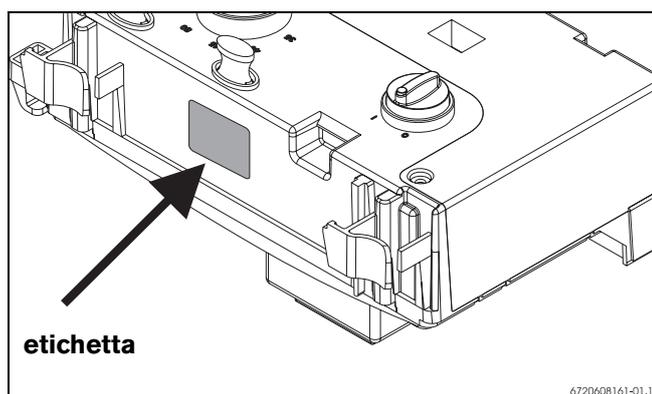

Fig. 6
3.1 Trasformazione gas per apparecchi con l'etichetta riportante il cod. HTAF 3 xxx presso il quadro comandi (Fig. 6)